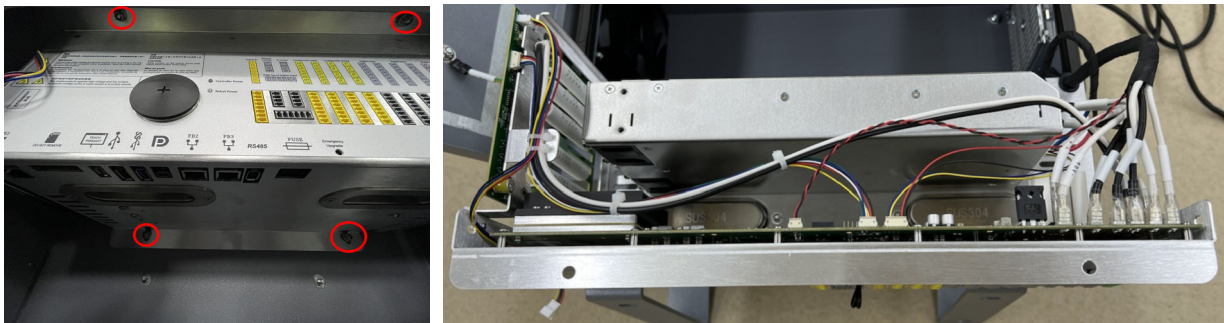

图 3-34 取出安装模块
- 将控制柜平躺，松开安装钣金模块的 4 颗防松螺母，断开风扇连接线，断开示教器线缆，取出安装模块并将其至于箱体支架上，注意不要让闪存卡和保险丝和箱体干涉，如图 3-34 所示：